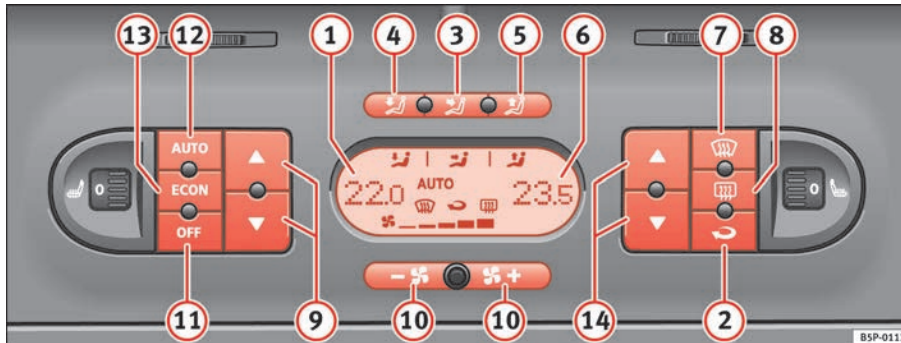

Abb. 132 In der Instrumententafel: Bedienelemente 2C-Climatronic
- Drücken Sie die Tasten der Temperaturregulierung ⇒ Seite 161, Abb. 132 9 oder 14 zur Einstellung der Temperatur auf der linken bzw. rechten Seite.
- Drücken Sie die Taste  ⇒ Seite 161, Abb. 132. Am Display erscheint die Anzeige „AUTO“.